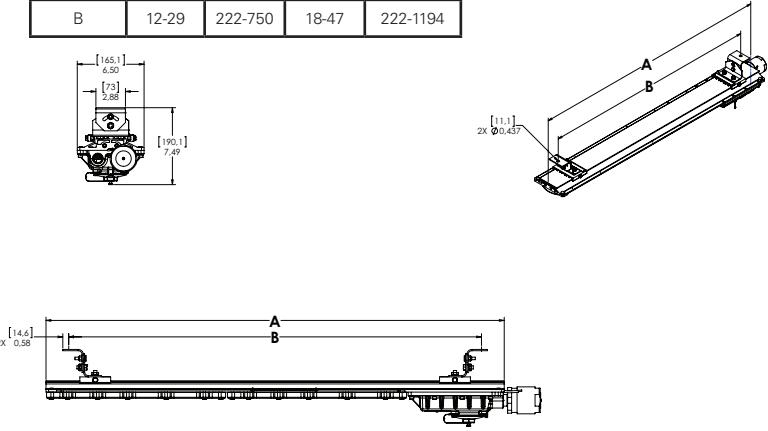

Figure 4. Montage pivotant du ZP1050MTK
- Marquer et percer des trous pour fixer les supports pivotants. Utiliser deux (2) boulons de 3/8 po (non inclus) au centre pour centrer les mesures. Espacer les trous des supports pivotants au besoin. Pour le boîtier de 4 pieds, les supports de montage sur mât doivent être espacés d'au moins 18 po (457 mm) (voir la figure 4 et le tableau pour les valeurs d'espacement).